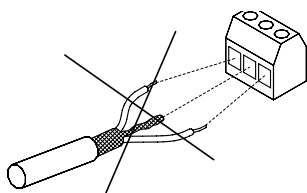

Рис. 39 Не подключайте экран скрученными концами
- Не подключайте экран скрученными концами. См. рис. 39. Вместо этого используйте хомутики или закрепленные кабельные вводы.